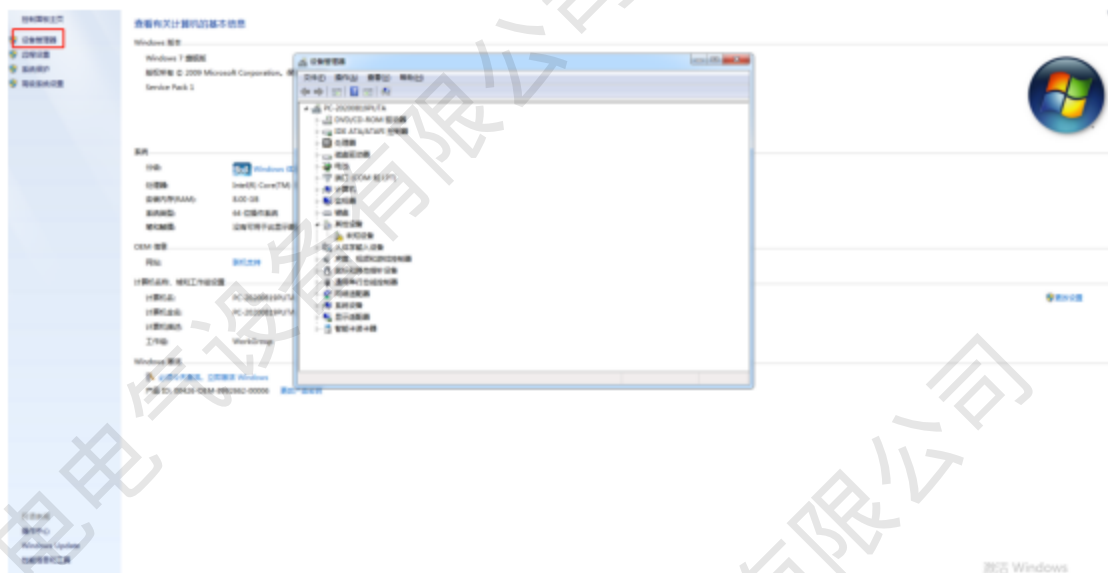

图 1-8
1、查看试验数据前，首先按照以下步骤，打开电脑的"控制面板".选择"设备管理器"就会出现如图 1-8 的界面；